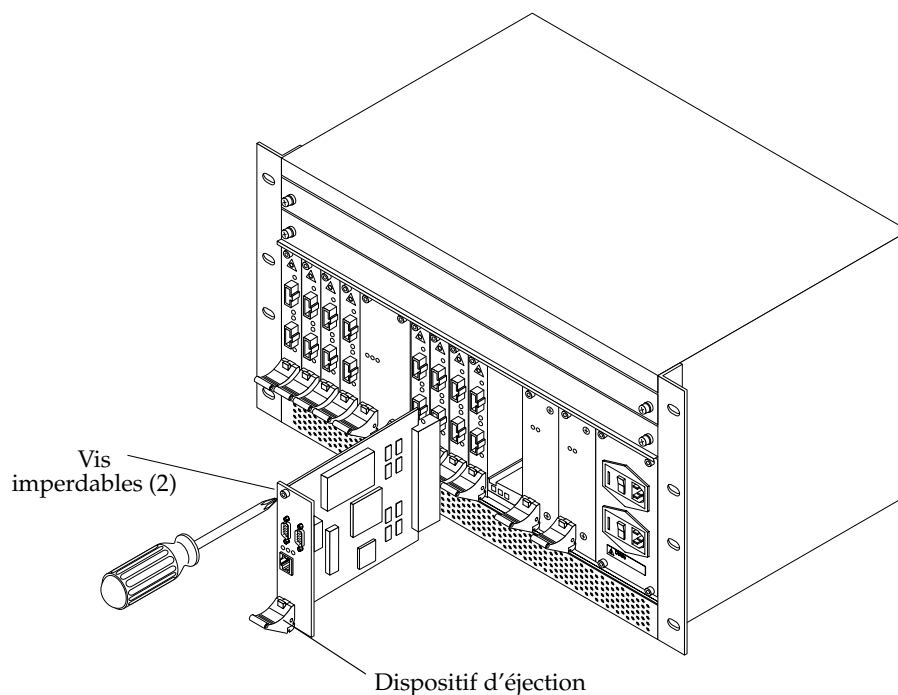

FIGURE 4-2 Remplacement d'un contrôleur système du commutateur
5. **Desserrez les vis imperdables situées en haut et en bas du module (FIGURE 4-2).**
2. Déverrouillez le dispositif d'éjection du module de rechange en appuyant sur le bouton rouge (FIGURE 4-2).